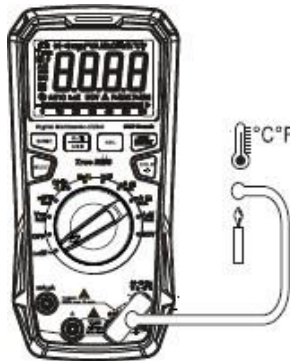

Рисунок. 14
**Измерение температуры (UT61D+, рисунок 14)**